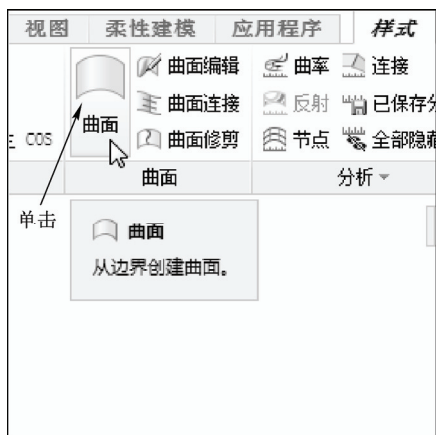

图 9-3 单击“曲面”按钮
STEP 03 打开“样式”选项卡，单击“曲面”面板中的“曲面”按钮，如图 9-3 所示。